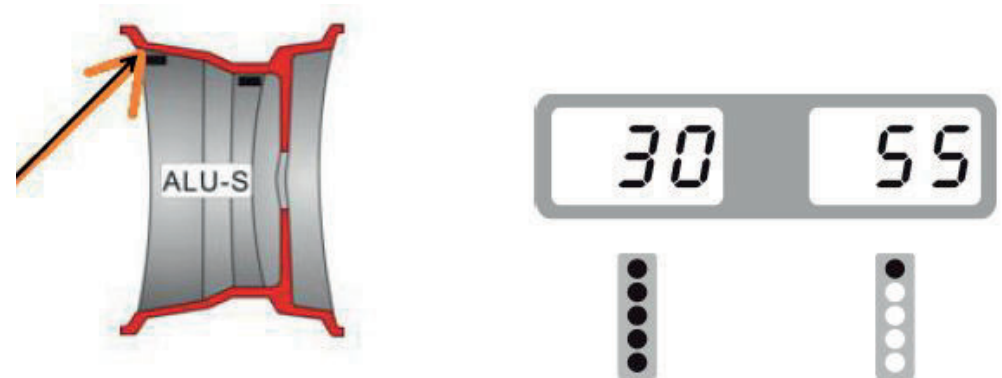

Abb. 11
- Bewegen Sie das Rad langsam gegen den Uhrzeigersinn, bis die linke LED voll erleuchtet, und schlagen Sie das Gewicht an der Stelle von 12 Uhr ein (Abb. 11)